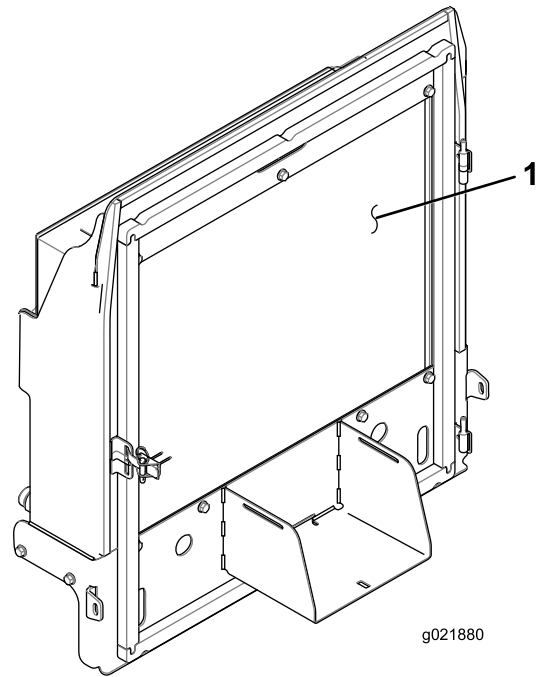

Bild 82
4. Reinigen Sie beide Seiten des Ölkühlers und des Kühlers gründlich mit Druckluft (Bild 82).